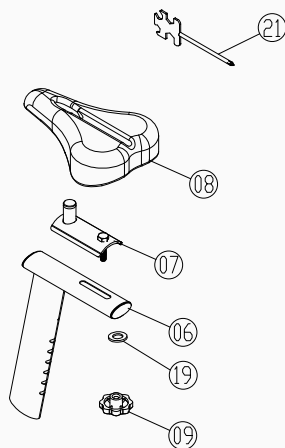

Figura 6
6. Montare il Gruppo Tubo di Regolazione Sedile Posteriore (Parte 06), il Gruppo Tubo Scorrevole Sedile (Parte 07) e il Cuscino Sedile (Parte 08) insieme alle Rondelle Piatte (Parte 19), quindi fissare tutti i componenti utilizzando la manopola cava a stella (Parte 09). Il sedile può essere regolato in avanti e all'indietro; fare riferimento alla Figura 6.